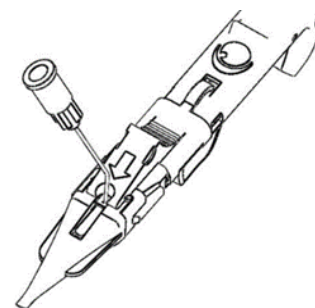

Fig. 4
7. Intruduz a c nula (23G ou maior) de uma seringa cheia de material viscoel stico, na pequena abertura em frente   rolha vermelha. Injete o material viscoel stico pela abertura como demonstrado na Fig. 4. Encher o bocal do cartucho at  meio dever  ser suficiente.